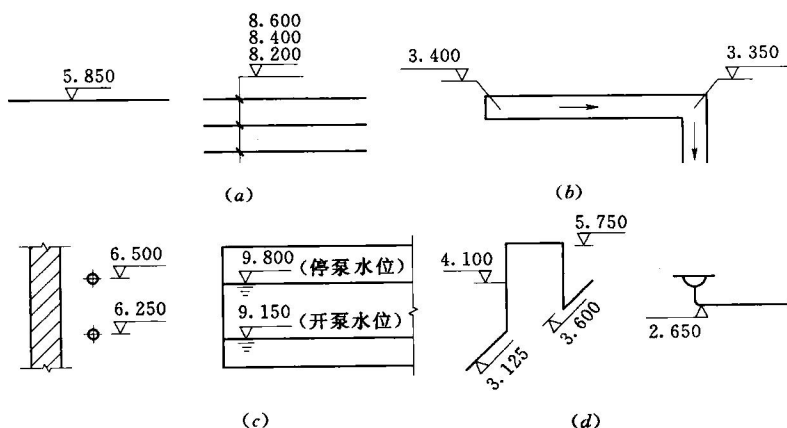

图 1.1 标高的标注方法
(1) 标高。标高是表示管道或建筑物高度的一种尺寸形式。标高有绝对标高和相对标高两种，绝对标高是以我国青岛附近黄海的平均海平面作为零点的，相对标高一般以建筑物的底层室内主要地坪面为该建筑物的相对标高的零点，用+0.000表示；标高的标注形式如图1.1所示，标高符号用细实线绘制，三角形的尖端画在标高的引出线上表示标高的位置，尖端的指向可以向上也可以向下；标高值是以m为单位的，高于零点的为正（如5.000，表示高于零点5m），低于零点的为负（如-5.000表示低于零点5m）；一般情况下地沟标注沟底的标高，压力管道标注管中心的标高，室内重力管道标注管内底标高。
标高的标注方法应符合图 1.1 的规定:
- 1) 平面图中,管道标高应按图 1.1 (a) 所示的方式标注。
- 2) 平面图中,沟渠标高应按图 1.1 (b) 所示的方式标注。
- 3) 剖面图中,管道及水位的标高应按图 1.1 (c) 所示的方式标注。
- 4) 轴测图中,管道标高应按图 1.1 (d) 所示的方式标注。